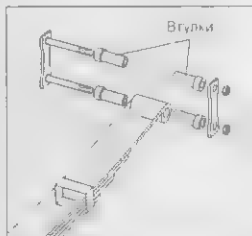

Рис. 16.6 Листовые рессоры оборудованы резиновыми втулками
- ✓ **Листовые рессоры.** Листовые рессоры — каждый концом крепятся к раме автомобиля, что позволяет им свободно двигаться. Это древнейшее изобретение имеет **резиновую втулку**, которая толкает, крепящуюся к раме, втулку, сдвигаясь, а также поглощает энергию, обратную к жесткости рессоры, "приводит" до пассажирского салона (рис. 16.6). Если листовая рессора имеет только один лист с каждой стороны, то это называется *булавой и титановыми рессорами*. Между листами рессоры проложены куски пластика, которые называются *противокрипичными или титановыми анкерами*. Их можно смазывать смазкой для подшипников, чтобы предотвратить шум, поскольку во время тряски листы трутся между собой.